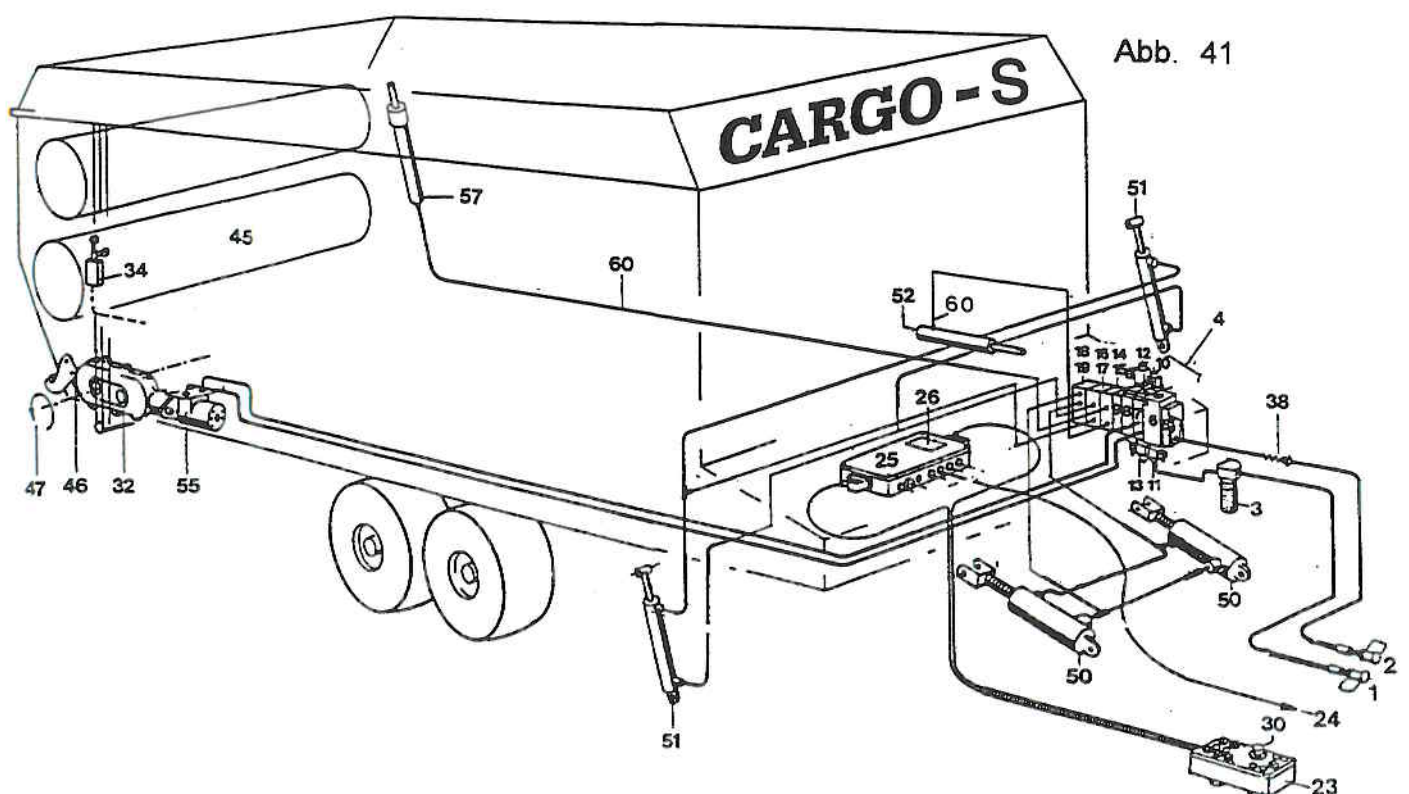

Abb. 41
Abgleichvorgang (siehe Abb. 41+36)
9. Überprüfung der Endabschaltung durch Betätigung des Endschalters (Abb.41) (an der pendelaufgehängten Dosierwalze). Rollboden muß zum Stillstand kommen.